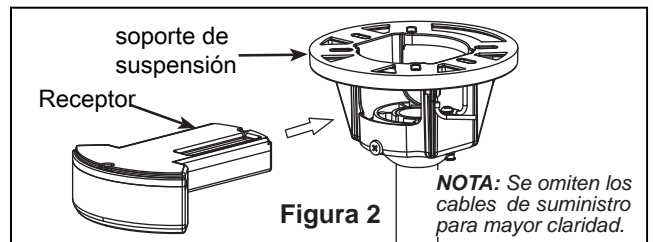

Figura 2
2. Retire el clip de horquilla y pasador de horquilla de la parte inferior de la bola para colgar. Retener el pasador y clip para la reinstalación en el paso 4. (Figura 2)
Debe colgar el ventilador a una distancia mínima de 2,13 m desde las aspas hasta el piso. (Figura 2)
1. Deslice el receptor en el soporte del colgador se muestra en la Figura 2.